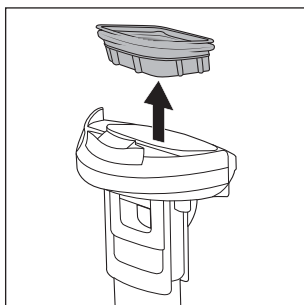

Rys. 22
- ♦ Wylej brudną wodę wraz z zanieczyszczeniami (patrz rys. 22).